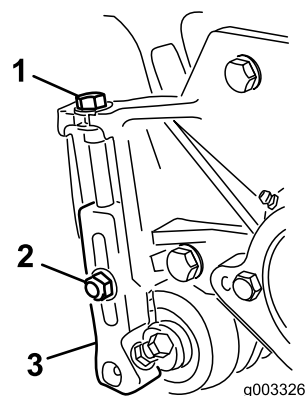

Figure 22
1. Desserrez les contre-écrous qui fixent les bras de hauteur de coupe aux plaques latérales de l'unité de coupe (Figure 22).